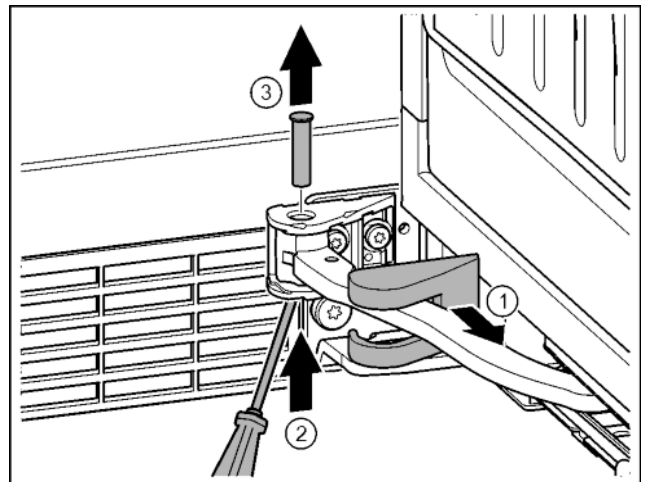

Fig. 18
- ▶ Lagerbockabdeckung abziehen und entlang des Gelenks verschieben. Fig. 18 (1)
- ▶ Bolzen mit Finger oder Schraubendreher von unten anheben. Fig. 18 (2)
- ▶ Mit Schraubendreher unter den Bolzenkopf fahren und herausziehen. Fig. 18 (3)